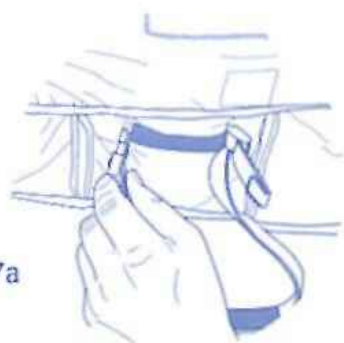

Fig. 7a
- f. De l'arrière du rembourrage de siège, insérez les lanières de sécurité pour la ceinture à travers les fentes de siège en tissu. Comme illustré à la fig. 7a.